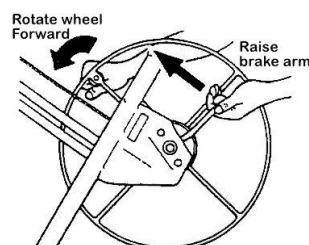

Figure 2
- а) Возьмитесь за колесо лебедки и тормозной рычаг (рис. 2).